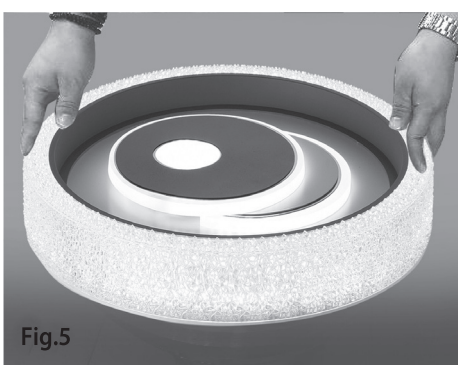

Fig.5
- 5) Placez le diffuseur en le tournant jusqu'à ce qu'il soit bien fixé (fig.5).
- 5) Colocar o difusor girando-o até estar seguro (fig.5).